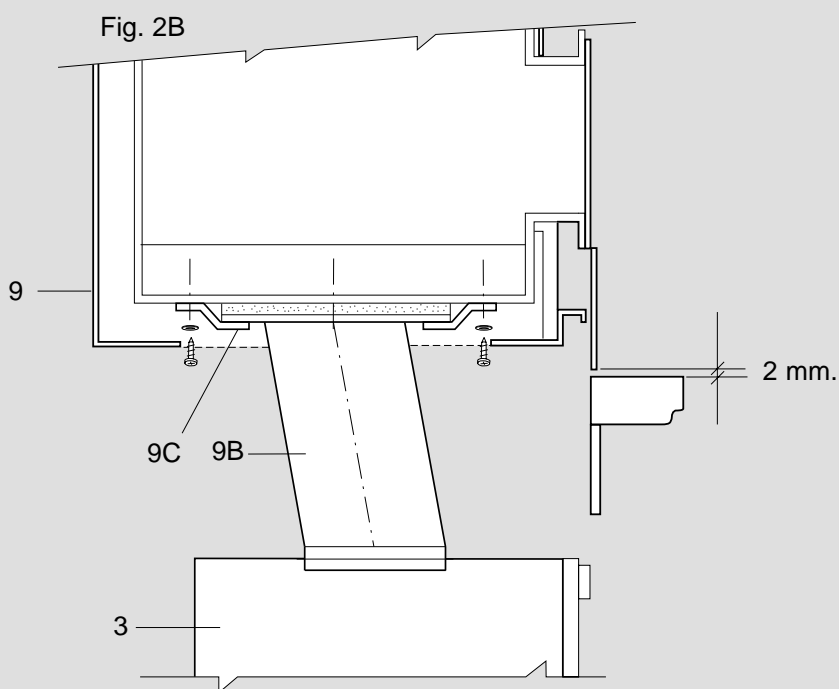

**FIG. 2A - 2B**
Prima di unire l'architrave in ceramica (6C) disporre due punti di silicone (per alte temperature) nell'incavo predisposto sui due fianchi (5), come indicato sul disegno, quindi fissarli tra di loro con i tiranti (T), particolare (A). Far scendere lo schienale 7 inserendolo nelle feritoie del telaio 2 (vedi Part. B), fissarlo nella parte superiore ai fianchi (5) tramite 2 viti/spina fissando il tutto con silicone per alte temperature. Si consiglia di inserire tra lo schienale e la parete un pannello isolante in lana di vetro o di roccia di spessore 2 cm con foglio di alluminio esterno. Disporre dei punti di silicone (per alte temperature) sui fianchi (5) e posizionare il coperchio (8) e l'ecoforno (9) (vedi Fig. 2A-2B-3). A questo punto procedere per il raccordo alla canna fumaria utilizzando per la versione 76 il raccordo (11). Stuccare le parti in cemento con stucco da muro. Carteggiare le parti in cemento e applicare un aggrappante prima di tingere la superficie.
Montare l'ECOFORNO (9). Disporre la guarnizione 9A di tenuta sopra il collare del tubo 9B, posizionarlo sotto l'ECOFORNO centrandolo rispetto al foro, poi prefissarlo con le 4 staffe 9C e le viti in dotazione (Fig. 2A-2B) in modo che il tubo possa girare per poterlo posizionare agevolmente sopra il telaio 3A e l'ECOPALEX (3). Inserire il tubo 9B al collare uscita fumi dell'ECOPALEX (3) poi centrare l'ECOFORNO 9 al telaio 3A. Per regolare la posizione del tubo 9B allentare le viti utilizzando una chiave da 10. Togliere poi la portina in ghisa 14 e la griglia 13 (Fig. 4).
N.B. Nel montaggio la griglia (13) montata sul forno (9) deve essere più alta di 2-3 mm. rispetto il piano in ceramica (8).